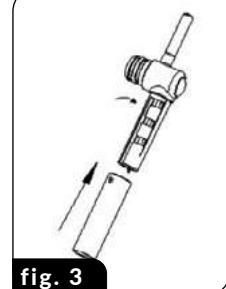

fig. 3
- Placez de petites tasses sur le support coulissant (6) après l'avoir retiré.
- Deux grands trous dans le support (6) et la grille (9) sont situés directement sous la sortie de café du flacon – ils indiquent l'endroit pour le positionnement correct de deux petites tasses.
- Placez la grande tasse directement sur la grille du bac d'égouttage (9) – le support (6) doit ensuite être inséré dans l'appareil.
ATTENTION! Lorsque vous préparez du café CAPPUCINO ou LATTE, assurez-vous d'ajuster la buse du tube moussant (22). Vous pouvez également ajuster la longueur de la buse du tube de distribution de lait moussé en le verrouillant à différents réglages de longueur pour s'adapter à différentes tailles de tasses (Fig. 3).